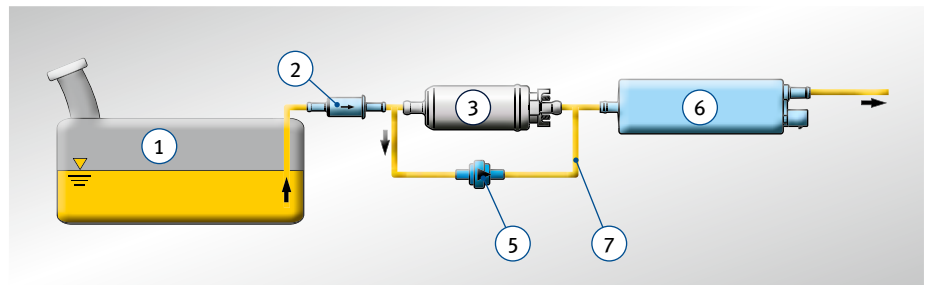

Fig. 4 : montage de la pompe E1F comme pompe de pré-alimentation
Fig. 4 : pour couvrir la distance jusqu'à une pompe à carburant existante (6), la pompe E1F peut être disposée comme pompe de pré-alimentation commutable. Afin que la pompe à carburant existante puisse aspirer librement avec une pompe E1F arrêtée, poser une conduite bypass (7) au niveau de E1F (3).